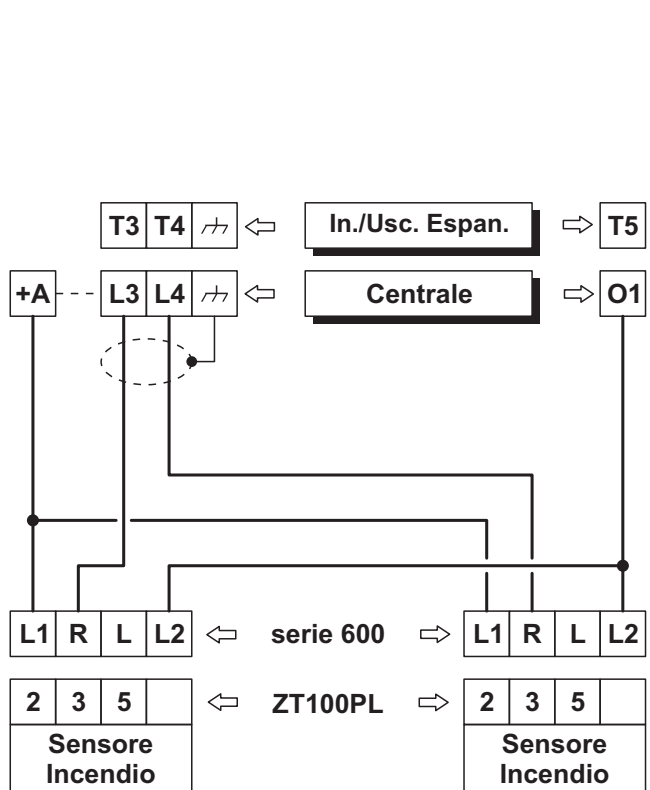

Figura 14 Collegamento di due sensori Antincendio a Zone con Bilanciamento Normalmente Aperto (senza diodo).
- collegare le uscite di ripetizione allarme dei sensori antincendio [R]/[3] ad una Zona di Ingresso programmata come **Incendio (Normalmente Aperta e 24h)**, il positivo per l'alimentazione dei sensori [L1]/[2] al morsetto [+A], il negativo [L]/[5] ad un'uscita open-collector come mostrato in Figura 14. Programmare l'uscita corrispondente al morsetto [+A] come **Monostabile, Normalmente Chiusa e Tempo di ON pari a 20 secondi**, e associare l'uscita ad un evento per il ripristino dei sensori antincendio (per esempio, Reset Centrale o Reset Area).